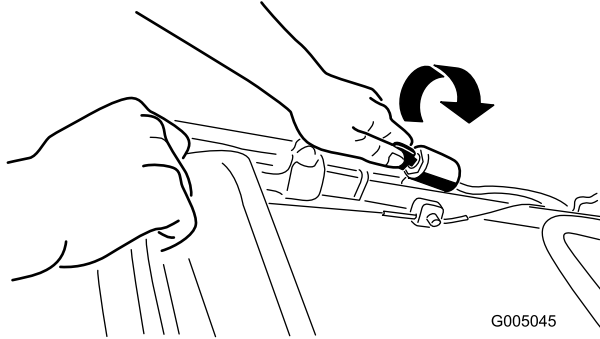

Figura 15
1. Haga girar la llave de contacto (Figura 15) o tire del arrancador de retroceso (Figura 16).